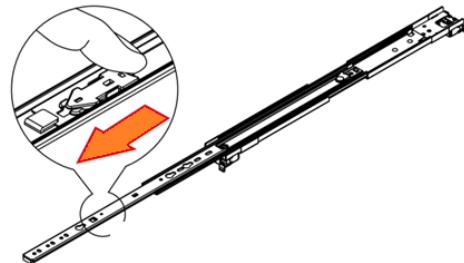

Рисунок 59 – Освобождение внутреннего канала
- 1) Потянуть за механизм пуска, расположенный на передней панели, чтобы освободить внутренний канал от подвижных узлов (см. Рисунок 59).